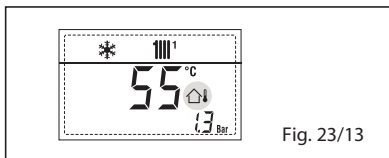

Fig. 23/13
- INTERVENÇÃO TERMÓSTATO DE SEGURANÇA PRIMEIRA ZONA MISTURADA "ALL 20" (fig. 23/14)